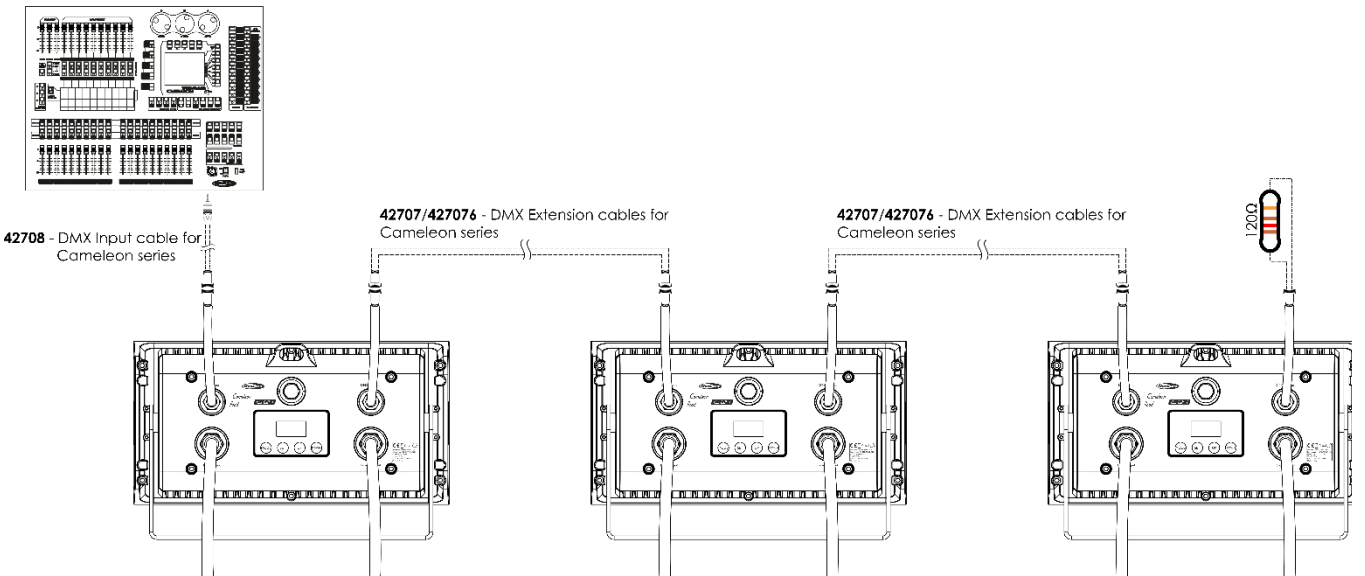

Abb. 04
- 04) Verbinden Sie die Geräte wie in Abb. 04 abgebildet. Verbinden Sie einen Lichtcontroller mit dem DMX-Eingang des ersten Geräts. Verwenden Sie dafür das 42708 – DMX-Eingangskabel. Verbinden Sie den Ausgang des ersten Geräts mit dem Eingang des zweiten Geräts. Verwenden Sie dafür das 42707/42706 – DMX-Verlängerungskabel. Verbinden Sie ebenfalls das zweite und dritte Gerät und verwenden Sie dafür das 42707/42706 – DMX-Verlängerungskabel.